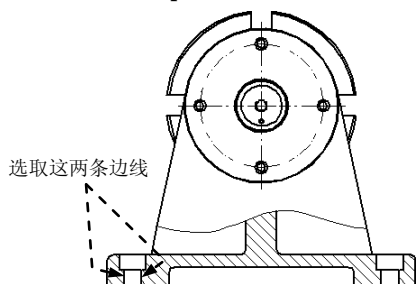

图 10.5.18 定义参照边
(1) 单击 **主页** 选项卡 **注释** 区域中的 命令，在“中心线”命令条“放置选项”下拉列表中选择 **用 2 条线** 选项，然后选择图 10.5.18 所示的两条边线，结果如图 10.5.18 所示。